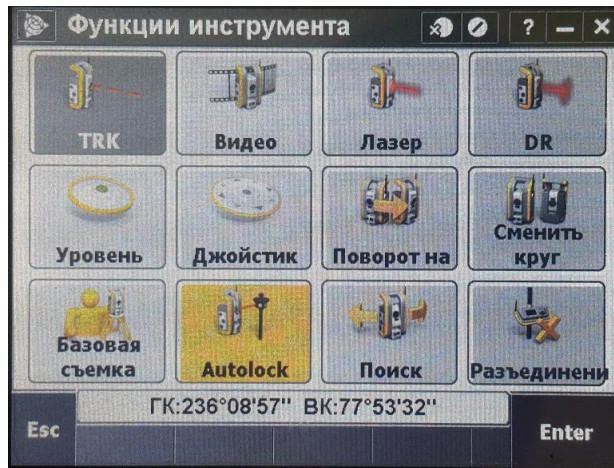

Рис. 3. Интерфейс функции инструмента
4. DR – включение/выключение безотражательного режима (доступно также при выборе типа визирной цели основного меню съемки (п. 7 на рис.3);
9. Базовая съемка – запуск классической съемки точек (доступно также на основном меню съемки (п. 10 на рис. 3);
1. В главном меню необходимо выбрать «Проекты» / «Новый проект» (см. рис. 3).
1. Вручную – посредством элемента «Ввод» (п. 2 на рис. 3, поочередно с клавиатуры инструмента вводятся номера, координаты точек и коды при необходимости);
После ввода данных проекта можно приступить к началу съёмки. Для этого необходимо перейти в пункт «Съёмка» (п. 10 на рис. 3) основного меню съёмки, далее выбрать пункт «VX&Sseries» (выбор типа инструмента). Первичным этапом съёмки является установка станции, которую можно осуществить четырьмя способами:
- через инструмент «Разбивка» (рис. 3)
- через инструмент «Карта» (рис. 3)
Во втором случае требуется активировать элемент «Карта» главного экрана (на рис. 3 справа), выбрать на карте необходимую точку (масштабирование карты осуществляется кнопками +/-), нажать кнопку «Вынести», следовать указаниям прибора аналогично предыдущему способу. Также, для роботизированных тахеометров имеется возможность автоматизированного выноса посредством элемента «Поворот» (тахеометр автоматически укажет направление на выносимую точку). Второй способ (инструмент «Карта») является более предпочтительным ввиду большей оперативности и наглядности. В обоих случаях вынос точки в натуре возможен как в безотражательном режиме (автоматизированное указание направления, либо последовательные приближения в режиме слежения), так и с наведением на призму (прибегнув к использованию вешки). При использовании призмы автоматизированное указание направление невозможно, данный способ требует затрат времени но обеспечивает большую точность. Для контроля операции процедура выноса точек в натуре выполняется независимо дважды, три точки должны попадать в створ.